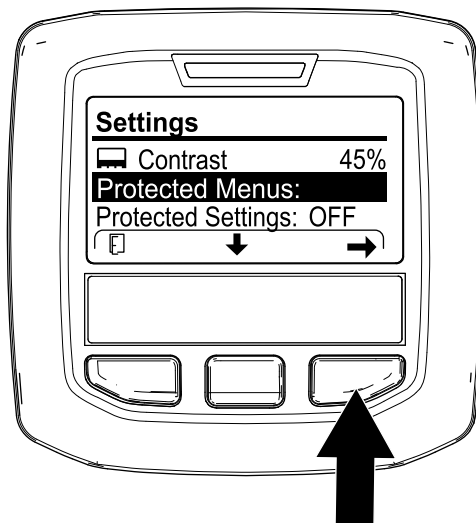

Figura 123
4. Premete il tasto centrale dell'InfoCenter fino a quando non viene selezionata l'opzione MENU PROTETTI (Figura 123), quindi premete il tasto destro e immettete il codice PIN a 4 cifre (ad esempio, 1 2 3 4).